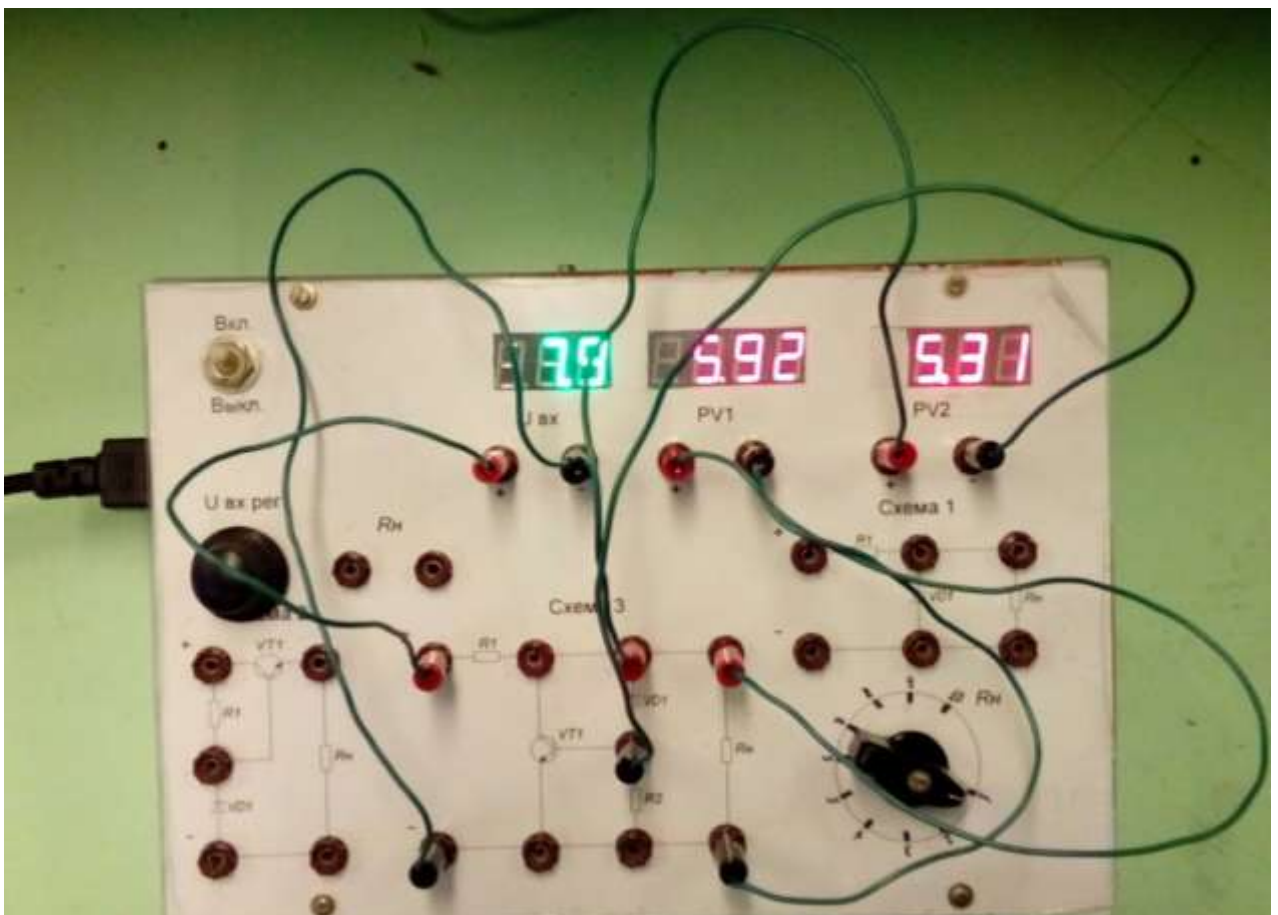

Рисунок 3.5 – Схема подключения приборов для исследования транзисторного стабилизатора напряжения параллельного типа
- Верните галетный переключатель в 1-ое положение. Выключите питание стенда. Подключите измерительные приборы к схеме транзисторного стабилизатора параллельного типа, используя для измерения входного напряжения вольтметр $U_{\text{вх}}$, для измерения напряжения на нагрузке – вольтметр PV1, а для измерения напряжения на стабилитроне – вольтметр PV2 (рисунок 3.5).